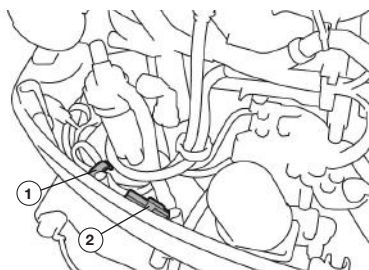

Рис. 54 Разъём датчика обнаружения воды
2. Отсоедините разъём датчика обнаружения воды (Рис. 54).
9. Закрепите провод датчика обнаружения воды в держателе (Рис. 54).